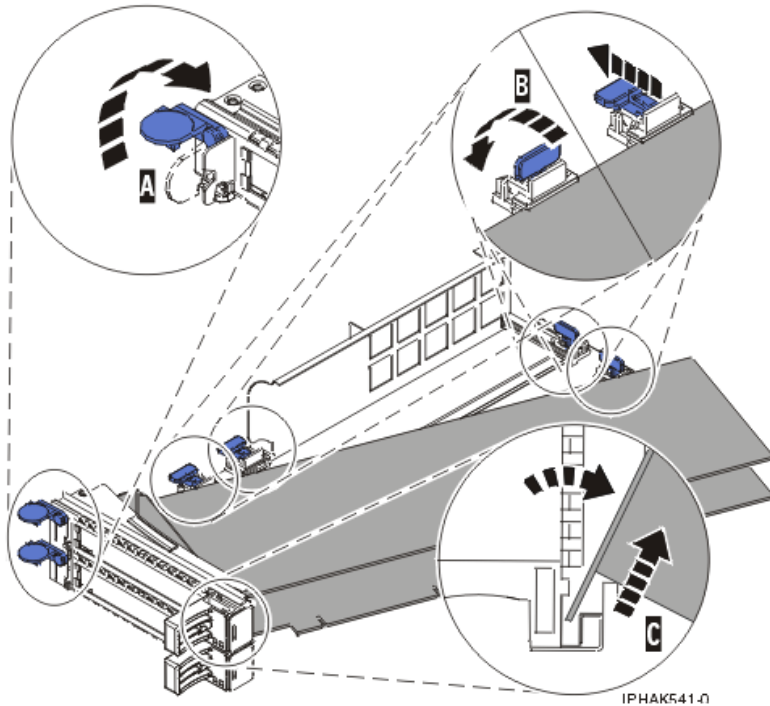
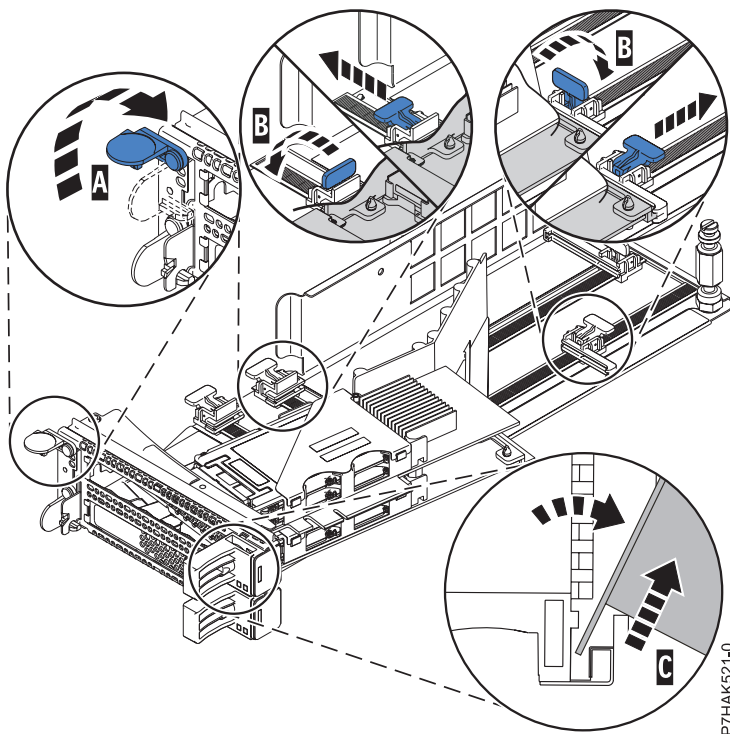

Figure 141. Retrait de la carte de la cassette de cartes PCI
Figure 142. Retrait de la carte PCIe RAID et SSD SAS de la cassette de cartes PCI
- d. Dévissez le pivot (C) et placez-le en lieu sûr
- a. Déverrouillez les crochets de retenue (B) de l'adaptateur en faisant pivoter les pattes de retenue (A) pour les mettre en position horizontale. Voir figure 141, à la page 160. Si vous retirez une carte PCIe RAID et SSD SAS, voir figure 142, à la page 160.
- b. Poussez les crochets de retenue (B) hors de la carte.
- c. Déverrouillez le levier de blocage de contre-poupée de la carte (A).
- e. Soulevez la carte pour la faire sortir du bloc de retenue de la contre-poupée (C).